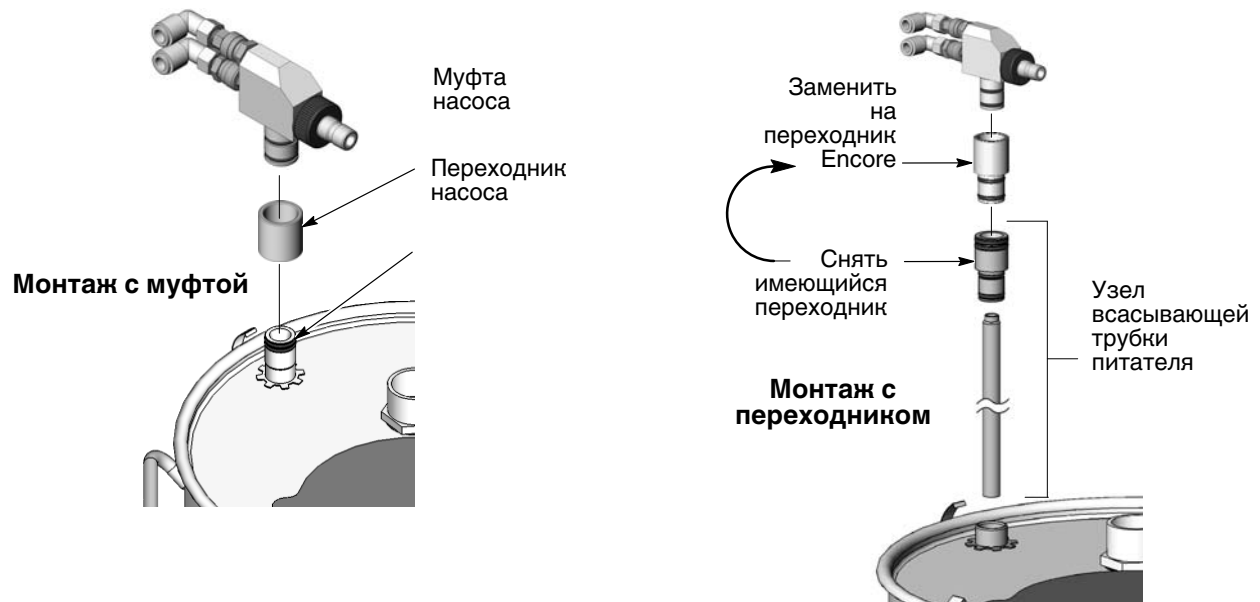

Рис. 3-8 Монтаж насоса на бункерном питателе HR или NHR с использованием комплекта переходника или муфты
1. См. рис. 3-8. Снять всасывающую трубку с крепления насоса в крышке питателя, а затем отвернуть имеющийся переходник со всасывающей трубки.
См. рис. 3-8. Муфта позволяет использовать прежний переходник насоса. Смонтировать муфту насоса на имеющемся креплении насоса легким вращательным движением, а затем вставить насос в муфту таким же движением.